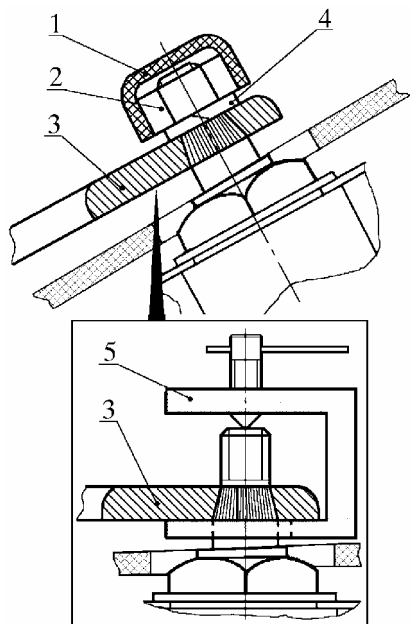

Рис. 1. Снятие рычага стеклоочистителя:
ческое (см. рис.1) - для снятия рычагов
4.2.1. Снять колпачок 1 (рис.1) с
как показано на рис.1